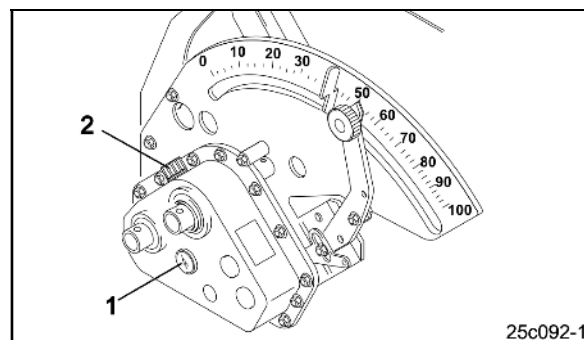

Рис. 76
6. Заполните бесступенчатый редуктор через заправочный патрубок (Рис. 76/2) до смотрового глазка гидравлической жидкостью.